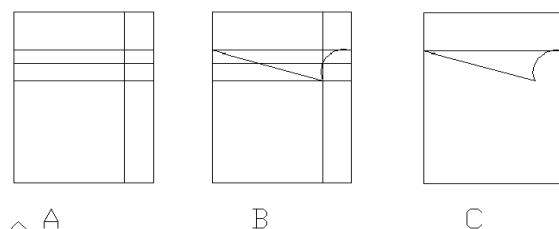

图 5-19
(2)单击【修改】工具栏上的^{30°}按钮，将已绘制的矩形炸开，然后单击【修改】工具栏上的^{30°}按钮，将矩形的上端线分别向下偏移 450、600 和 800 制作三条辅助线。并将矩形的右边线向左偏移 300。如图 5-19 (a) 所示：
(3)按图 5-19 中 B 所示那样把其交点用直线和圆弧连接起来。单击【修改】工具栏上的^{30°}按钮，把多余的线段剪切，得到图 5-19 中 (c) 所示的图样。